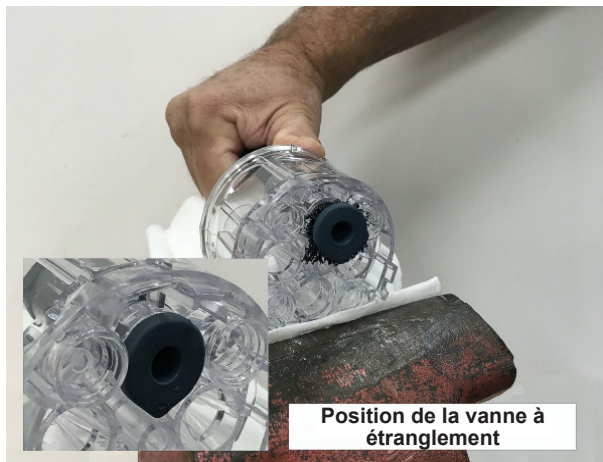

Figure 31 Tirer le tube d'insertion à travers la chambre
2. Voir la Figure 31. Faire passer la vanne à travers la chambre et vérifier l'alignement de la vanne à étranglement dans le boîtier.